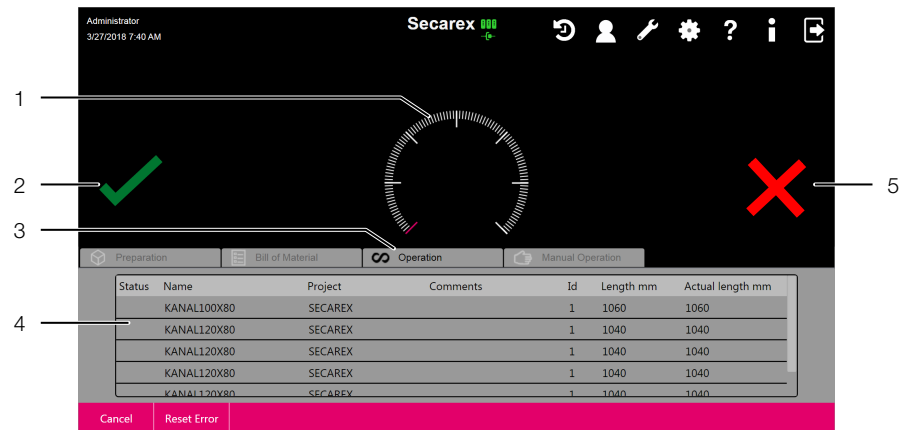

图 12: “运行”选项卡
选择“运行”选项卡，以便于进行实际加工工作（图 12，位置 3）。在该选项卡屏幕上为操作人员显示必要的操作步骤。
- 点击屏幕上的“错误工件”按键（图 12，位置 5）。